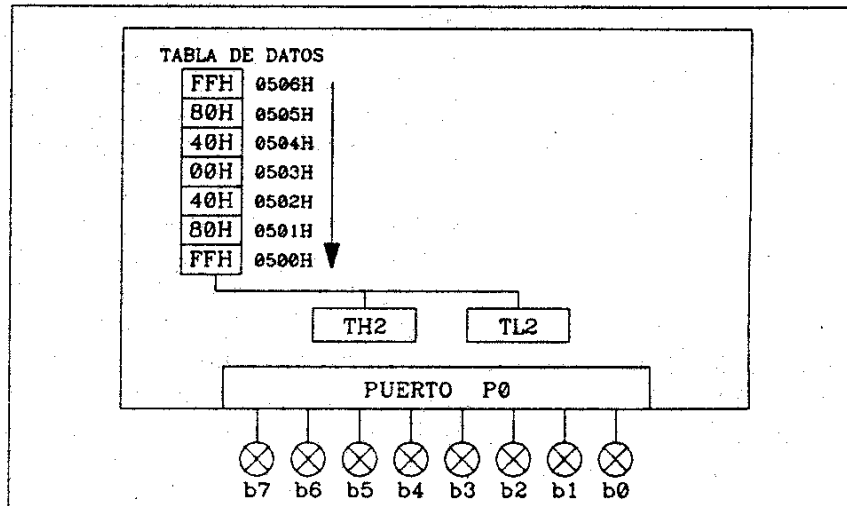

Figura 8.11
- **Esquema del circuito (Figura 8.11)**